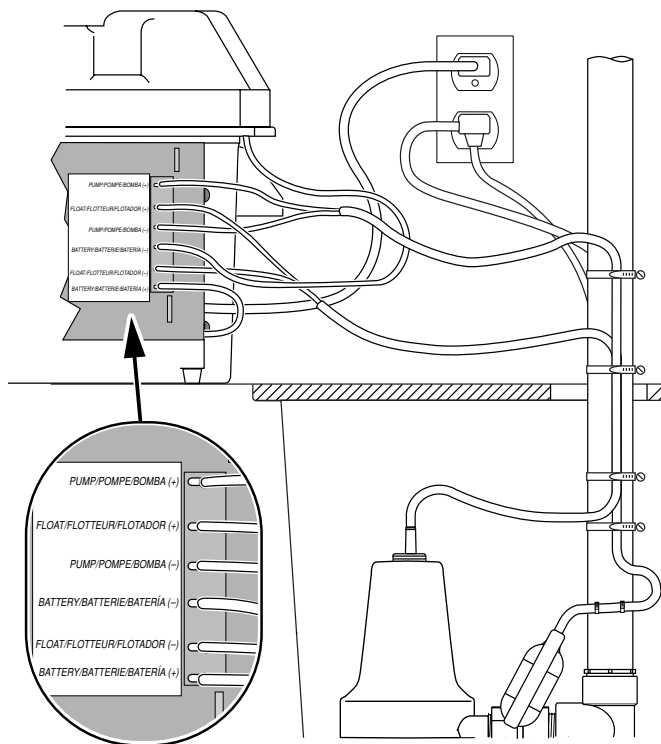

Figura 8 – Conexiones de los cables A5500
1. Conecte el cargador según se ilustra en la Tabla I y en la Figura 8.